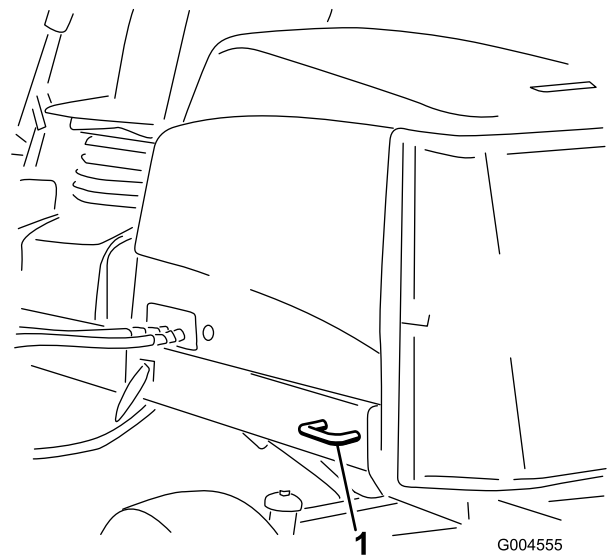

Bild 25
- **Heck der Maschine:** Jede Maschinenseite am Hinterrahmen (Bild 25)